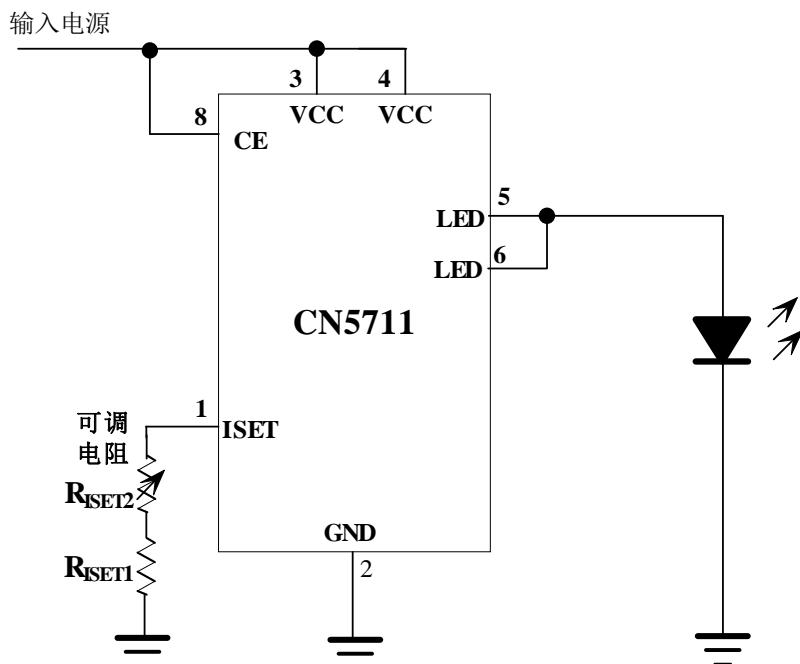

图5 用可变电阻调整发光二极管的亮度
3. 用可变电阻调整发光二极管的亮度, 如图5所示
用一个可变电阻可以连续调整发光二极管的亮度, 如图5所示。 R_{ISET1} 设置了流经LED管脚的最大电流, R_{ISET2} 为可变电阻, 改变 R_{ISET2} 的电阻值就可以连续改变发光二极管的亮度。